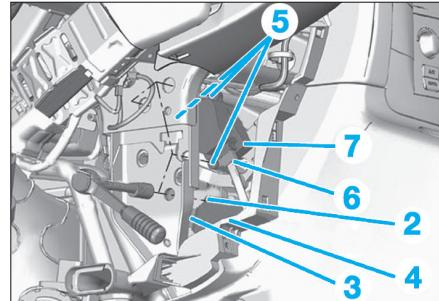

Fig. 41
- la vis (2) (Fig.41).
- Déconnecter le connecteur (3) du motoréducteur.
- Déposer le motoréducteur de mixage d'air gauche (4).
- les vis 3 (5) (Fig.41).
- Déconnecter le connecteur (6) du motoréducteur.
- Déposer le motoréducteur de distribution d'air (7) (Fig.41).